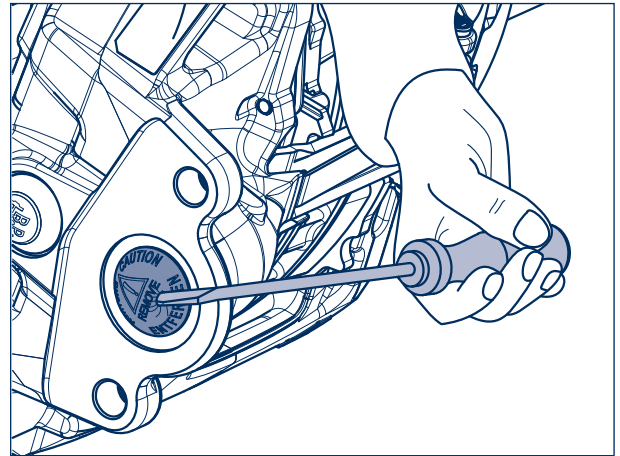

Figure 4
- [6] Retirer le bouchon (figure 4/flèche) pour la purge d'air implanté dans l'alésage tourné vers le bas du cylindre de frein (410) neuf.
- [8] Positionner le cylindre de frein (410) et le fixer avec des écrous de fixation neufs. Couple de serrage : M 16 x 1,5 - taille 24 M = **180 Nm** (180 - 210 Nm)